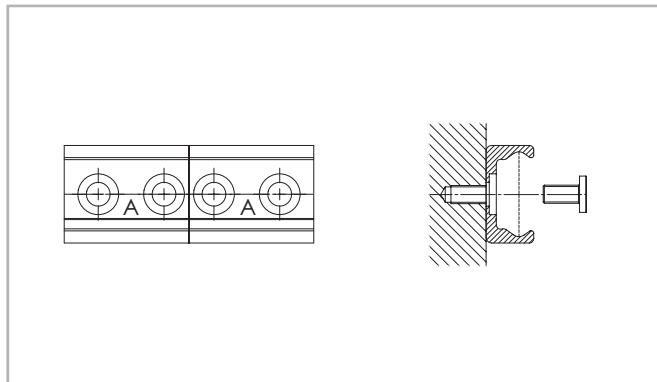

图 173
(1) 安装单个滑轨, 拧上所有螺栓, 除了拼接滑轨的接头部位的螺栓。
(2) 安装完成后不要拧紧他们 (见图173)。